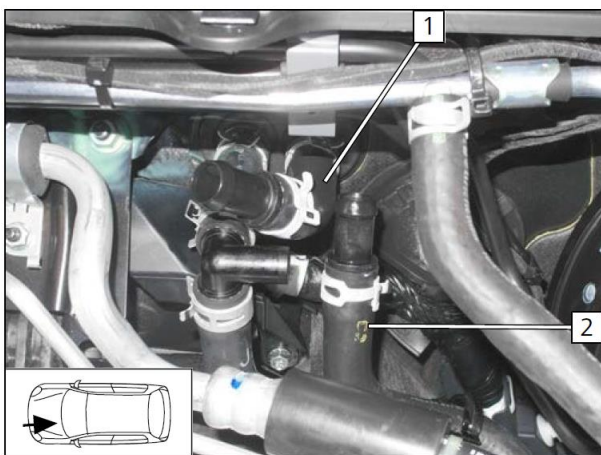

Рис.74
► Часть шланга (вход в печку автомобиля) 1 в соответствии с Рис.74 повернуть.